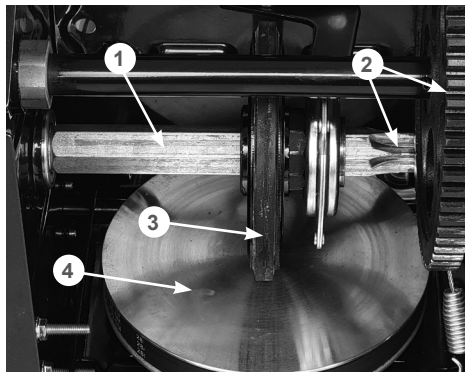

Рис. 46 Обслуживание трансмиссии
4. Нанесите универсальную низкотемпературную смазку CHAMPION EP-0 тонким слоем на шестигранный вал фрикционного колеса и зубья шестерен 2 (Рис. 46).
Не допускайте попадания смазки на резиновое фрикционное колесо 3 и ведущий диск 4 (Рис. 46).
5. Проверьте состояние фрикционного колеса 3 (Рис. 46). Если высота резинового кольца относительно фрикционного колеса 2 мм и менее, если на резиновом кольце имеются повреждения и разрывы, фрикционное колесо необходимо заменить.